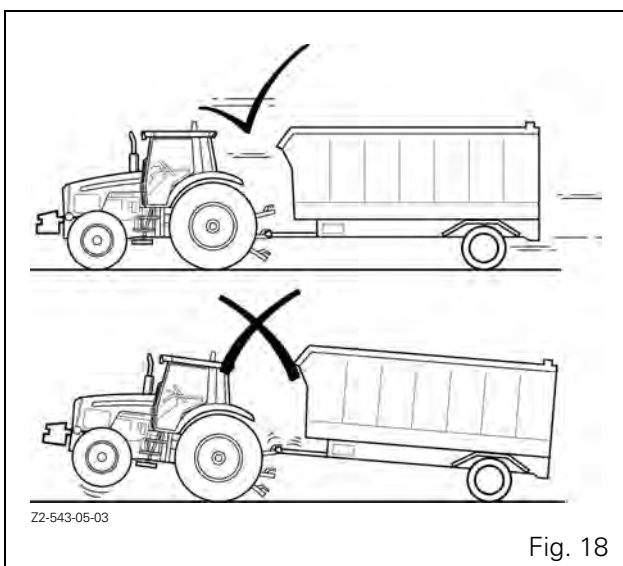

Fig. 18
- Utilizar las barras de tiro adecuadas para la tracción. Remolcar o sujetar en otros emplazamientos puede hacer que el tractor vuelque (Fig. 18).